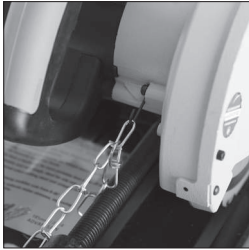

Fig. 1
- Desenganche la cadena de bloqueo inferior del enganche de bloqueo inferior. **(Fig. 1)**. Permita que la cabeza de corte suba a su posición superior.